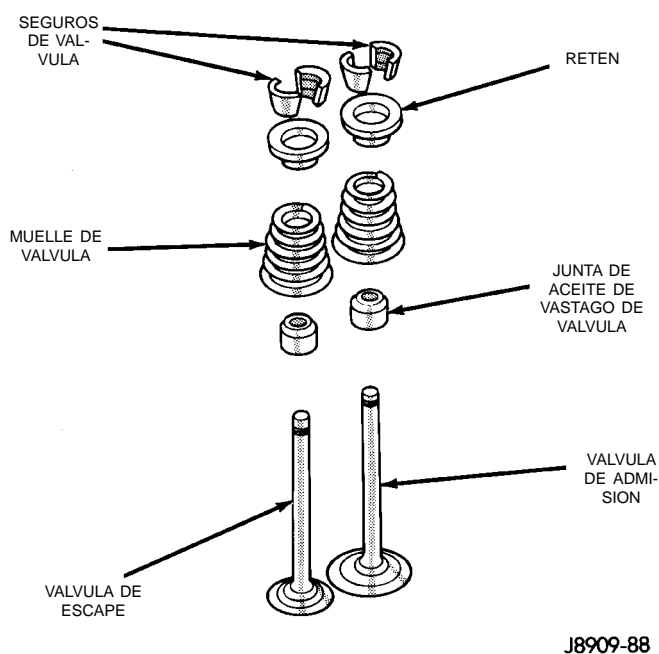

Fig. 34 Válvula y componentes de la válvula
(5) Retire la o las bujías adyacentes al cilindro o cilindros situados debajo de los muelles de válvula que debe desmontar.
(6) Conecte una manguera de aire al adaptador y aplique presión de aire lentamente. Mantenga en el cilindro una presión mínima de 621 kPa (90 psi) de modo que las válvulas se mantengan en sus asientos. En el caso de vehículos que tienen instalado aire acondicionado, use un adaptador de tubo de aire flexible cuando preste servicio al cilindro N° 1.
(7) Golpee el retén o la punta con un martillo de cuero para aflojar el seguro del retén. Para comprimir los muelles y liberar los seguros, utilice el Compresor de muelles de válvula MD-998772A (Fig. 34).
(8) Retire el muelle de válvula y el retén (Fig. 34).
(9) Retire las juntas de aceite de los vástagos de válvula (Fig. 34). Tenga en cuenta que las válvulas de admisión y escape llevan juntas de aceite diferentes. La parte superior de cada una de ellas está marcada con las letras INT (admisión) o EXH (escape). NO confunda las juntas.